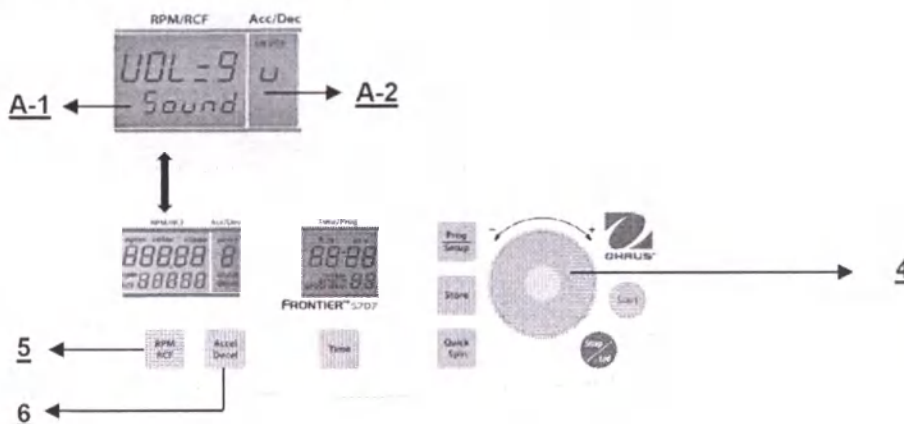

Рис. 30
Включите режим установки параметров, как указано в разделе 4.1.2, затем нажмите кнопку **Accel/Decel** (6). В поле **Acc/Dec** (A-2) будет мигать слово **Service**. С помощью сенсорного диска (4) выберите символ **U**. После этого в поле **RPM/RCF** (A-1) появится текст **Vol=0-9/Sound**. Нажмите кнопку **RPM/RCF** (5) и с помощью сенсорного диска (4) выберите громкость звукового сигнала в диапазоне от 0 (минимальная громкость) до 9 (максимальная громкость) (см. рис. 30).